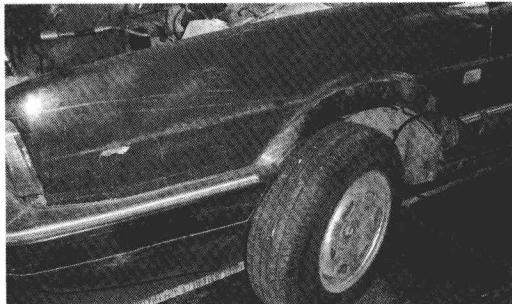

图 1—1—14 拆除前翼子板与轮罩的连接螺母
(2) 将前翼子板与车身的连接螺母一一拆下, 如图 1—1—15 所示。
(3) 拆除车身侧饰条。